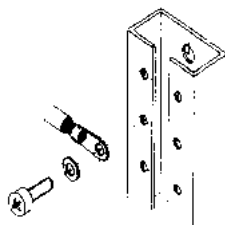

Abb. 53 / Fig. 53
- Bis 100 A: Am rechten vorderen Höhenprofil (siehe Abb. 53) mit einer Schraube M6.
- Up to 100 A: To the vertical section located at front right (see fig. 53) with a screw M6.